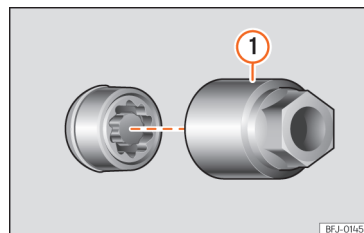

Рис. 245 Колісний болт-секретка з ковпачком та адаптером.
- Вставте адаптер »» **рис. 245 1** з набору інструменту в головку болта до кінця »» с. 328.